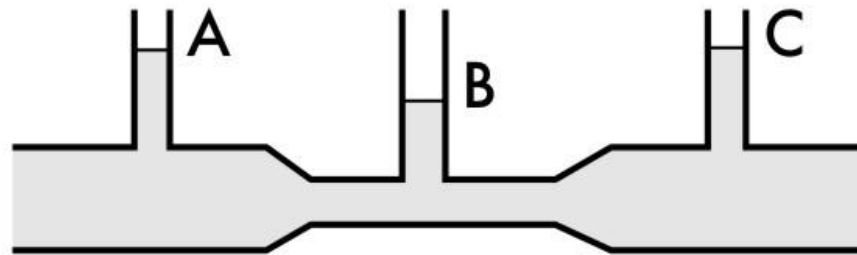

Рис. 6.4
- Это можно продемонстрировать, установив вдоль трубы ряд манометров (рис. 6.4). В соответствии с уравнением Бернулли опыт показывает, что *в манометрической трубке B, прикрепленной к узкой части трубы, уровень жидкости ниже, чем в манометрических трубках A и C, прикрепленных к широкой части трубы.*